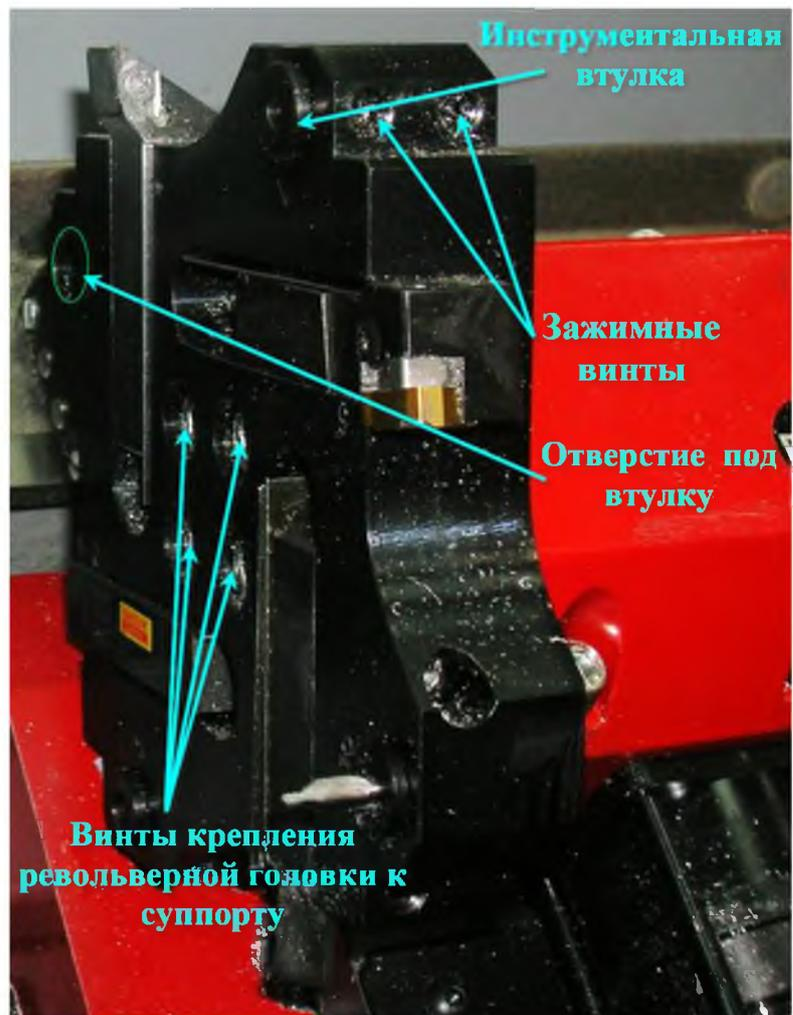

Рис. 2. Общий вид револьверной головки токарного станка TURN 55
- 2) Револьверная головка поворачивается отверстием, в которое будет установлен расточной резец, в рабочее положение (рис. 2), из отверстия ветошью удаляется стружка и посторонние предметы, если есть переходная втулка, то удаляется и она.
2) После этого устанавливаем расточной резец через переходную втулку (или без нее, если диаметры хвостовика инструмента и посадочного отверстия совпадают) в револьверную головку и закрепляем зажимными винтами (рис. 2).